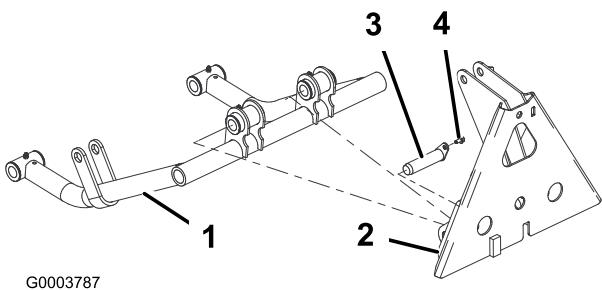

Bild 7
- Befestigen Sie das Schubarmrohr mit zwei Stiften an der Adapterplatte. Befestigen Sie den Stift mit zwei Gewindeschrauben an den Adapterplatten. Positionieren Sie die Teile, wie in Bild 7 dargestellt.